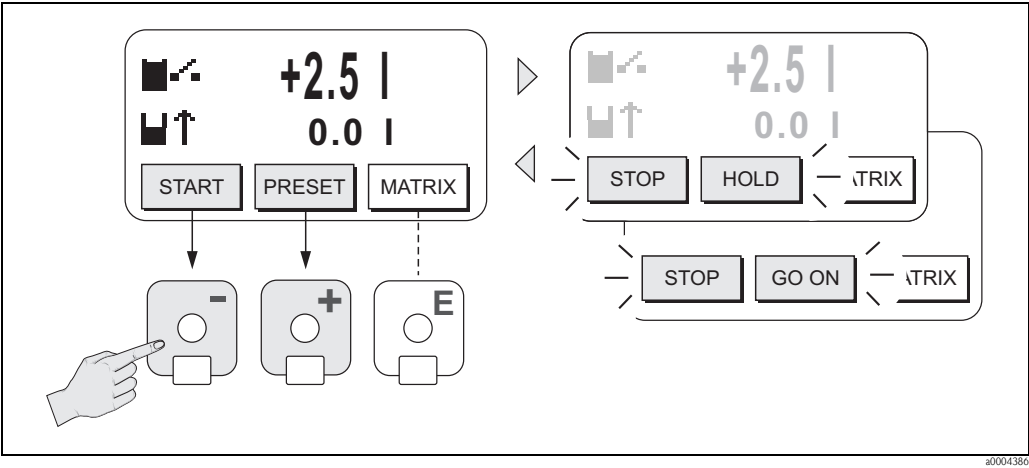

Fig. 26: Control de procesos de dosificación mediante el indicador local (teclas para configuración)
- 1. Configure las funciones de dosificación requeridas y asigne la línea inferior del indicador a dosificación (= TECLAS DOSIFICACIÓN) mediante el menú de configuración rápida "DOSIFICACIÓN" → página 59) o la matriz de funciones (→ página 37). Aparecerán entonces las siguientes teclas de configuración rápida en la línea inferior del indicador local → Fig. 26:
- 3. Después de salir del menú de preajuste (PRESET), puede iniciarse el proceso de dosificación pulsando la tecla INICIO (▢). Aparecen entonces nuevas teclas para configuración (PARO (STOP) / ESPERA (HOLD) y SEGUIR (GO ON)), con las que puede terminarse, detenerse o continuarse en cualquier momento el proceso de dosificación → Fig. 26